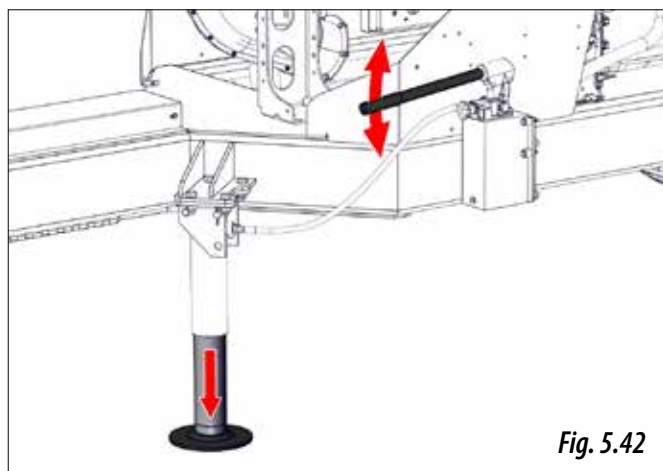

Fig. 5.42
- 3- Régler la hauteur du pied en actionnant le levier (figure 5.42).